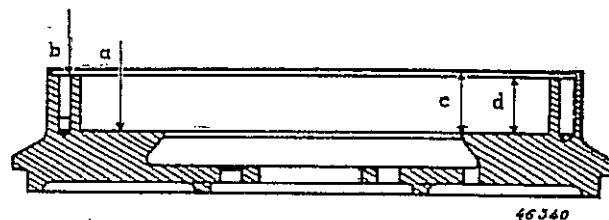

Fig. 137
- 2) Rectificar la superficie de fricción (a) según sea necesario (ver Fig. 137). Luego rectificar la superficie de asiento de la cubierta del embrague (b), la misma cantidad que se rectificó la superficie (a) para conservar la medida (d) igual a 19,5 mm $\begin{matrix} -0,0 \\ -0,2 \end{matrix}$
La medida C (Fig. 137) no debe ser nunca superior a 22 mm $\begin{matrix} -0,0 \\ -0,2 \end{matrix}$